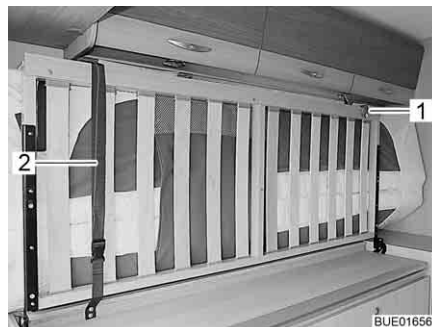

Fig. 10 Cama, abatida a un lado
- Cuando la cama esté plegada hacia el lado, retener la cama con el cinturón de retención (Fig. 10,2) y la cinta de seguridad (Fig. 10,1).